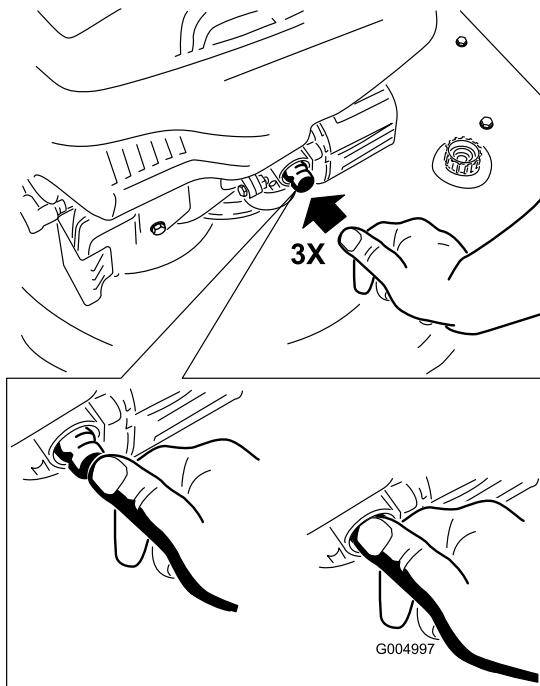

Figura 15
- Apriete el cebador 3 veces con el dedo pulgar, presionando con fuerza, y manteniendo la presión durante un segundo antes de soltarlo (Figura 15).